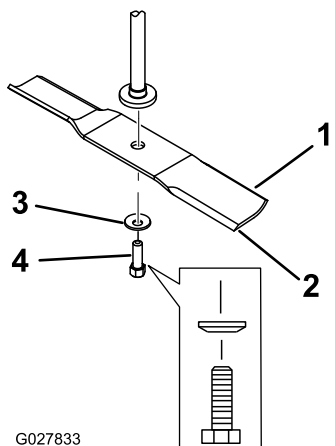

Figure 48
2. Enlevez de l'axe, le boulon, la rondelle bombée et la lame (Figure 48).
1. Placez la lame sur l'axe (Figure 48).
2. Montez la rondelle bombée (face concave vers la lame) et le boulon de lame (Figure 48).